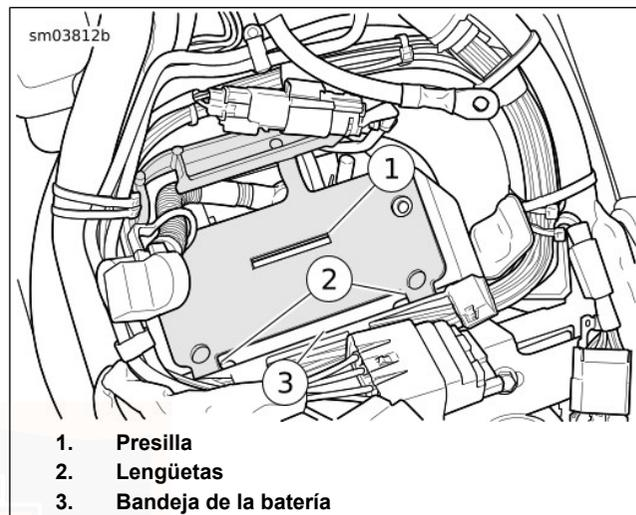

Figura 71. Portabaterías
1. Vea Figura 71. Coloque el portabaterías en su posición e instale la presilla del portabaterías (1) debajo de la parte delantera de la bandeja de la batería (3). Asegúrese de que las lengüetas (2) del portabaterías encajen sobre la parte trasera de la bandeja de la batería.